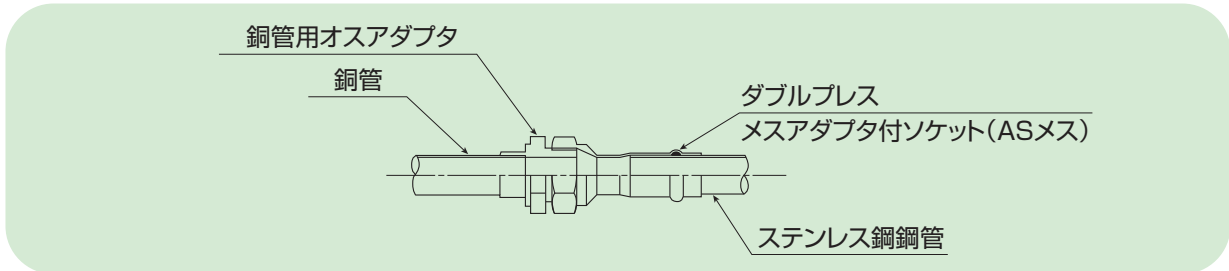
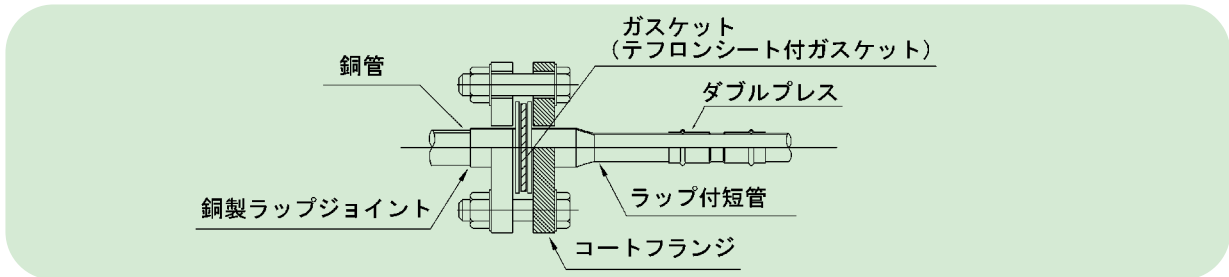

図2-10-3 銅管とのねじ接合
図2-10-4 銅管とのフランジ接合
(2) 銅管との接合方法
- ねじで直接接合するか、フランジで接合します。(図2-10-3、図2-10-4)